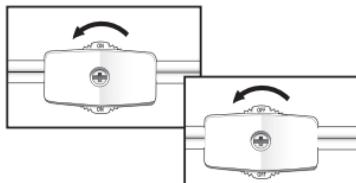

Fig. 1
11. Asegúrese que la perilla del cable de energía esté en la posición de 'APAGADO' y conecte el cable de energía a un tomacorriente. Gire la perilla hacia la posición de ENCENDIDO , Fig. 1. La luz del frente de la unidad debajo del tanque de llenado secundario deberá iluminarse.